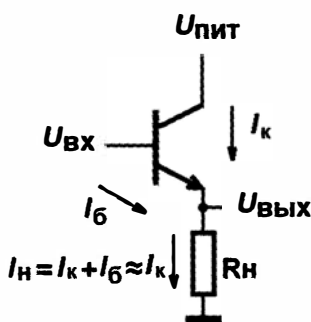

Рис. 6.7. Схема включения биполярного транзистора по схеме с общим коллектором
Схема с *общим коллектором* (о. к.) показана на рис. 6.7. Памятуя, что напряжение базы и эмиттера никогда не отличается более, чем на 0,6–0,7 В, мы приходим к выводу, что выходное напряжение такой схемы должно быть меньше входного именно на эту величину. Это так и есть — схема с общим коллектором иначе называется *эмиттерным повторителем*, поскольку выходное напряжение повторяет входное — за вычетом все тех же 0,6 В. Каков же смысл этой схемы?
Дело в том, что схема на рис. 6.7 усиливает сигнал по току (в количество раз, определяемое величиной h_{213}), что равносильно тому, что собственное входное сопротивление этой схемы равно в h_{213} больше того сопротивления, которое стоит в цепи эмиттера. Поэтому в этой схеме мы можем подавать на «голый» вывод базы напряжение без опасности сжечь переход база-эмиттер. Иногда это полезно само по себе, если не слишком мощный источник (т. е. обладающий высоким выходным сопротивлением) нужно согласовать с мощной нагрузкой (в главе 9 мы увидим, как это используется в источниках питания). Кстати, схема с о. к. *не инвертирует* сигнал — в отличие от схемы с о. э.
- усиление по напряжению (дифференциальному) составляет 100 и более раз. Если вы хотите получить точно определенный коэффициент усиления, в каждый из эмиттеров нужно ввести по одинаковому резистору — тогда $K_{\text{ус}}$ будет определяться, как для каскада на рис. 6.7. Но обычно в таком режиме дифференциальный усилитель не применяют — их используют в системах с общей обратной связью, которая и задает необходимый коэффициент усиления (см. главу 8);